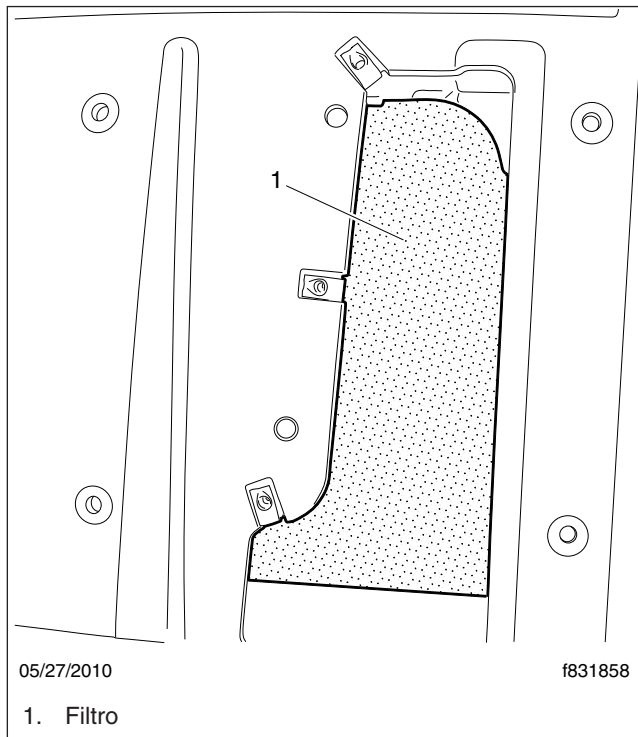

Figura 9, Retiro del filtro ParkSmart
3. Tire del filtro para sacarlo de la ranura. Vea la **Figura 9**.